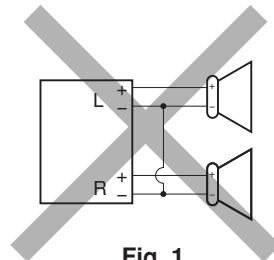
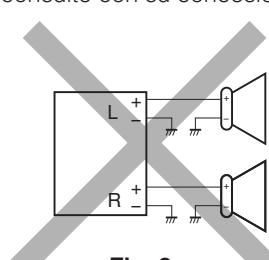
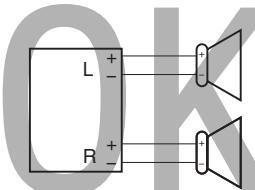

Fig. 1
Fig. 2
Fig. 3
- If the speaker wiring in your car is as illustrated in Fig. 1 and Fig. 2 below, DO NOT connect the unit using that original speaker wiring. If you do, the unit will be seriously damaged. Redo the speaker wiring so that you can connect the unit to the speakers as illustrated in Fig. 3.**
- If the speaker wiring in your car is as illustrated in Fig. 3, you can connect the unit using the original speaker wiring in your car.**
- Si el conexionado de altavoz de su automóvil es como se indica en las Figs. 1 y 2 de abajo, NO conecte la unidad utilizando ese conexionado de altavoz original. Si lo hace, se producirán daños graves en la unidad. Vuelva a efectuar el conexionado de altavoz de manera que pueda conectar la unidad a los altavoces de la manera indicada en la Fig. 3.**
- Si el conexionado de altavoz de su automóvil es como se indica en la Fig. 3, podrá conectar la unidad utilizando el conexionado de altavoz original de su automóvil.**
- Si le câblage des enceintes de votre voiture est réalisé comme montré sur la Fig. 1 ou Fig. 2 ci-dessous, NE CONNECTEZ PAS l'appareil en utilisant ce câblage original d'enceintes. Si vous le faites, l'appareil sera sérieusement endommagé.**
- Recommencez le câblage des enceintes de façon que vous puissiez connecter l'appareil aux enceintes comme montré sur la Fig. 3.**
- Si le câblage des enceintes de votre voiture est comme montré sur la Fig. 3, vous pouvez connecter l'appareil en utilisant ce câblage original d'enceintes pour votre voiture.**